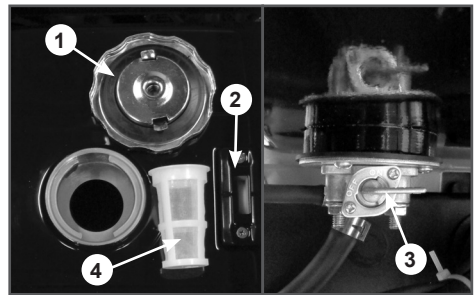

Рис. 7 Основные элементы топливного бака
После заправки топливного бака убедитесь в том, что крышка заливной горловины закрыта должным образом. Основные элементы топливного бака показаны на Рис. 7.
1. Откройте топливный кран (Рис. 7 п. 3). Для этого рычаг топливного крана переведите в вертикальное положение.
2. Переведите рычаг топливного крана (Рис. 7 п. 3) в вертикальное положение (Открыто).